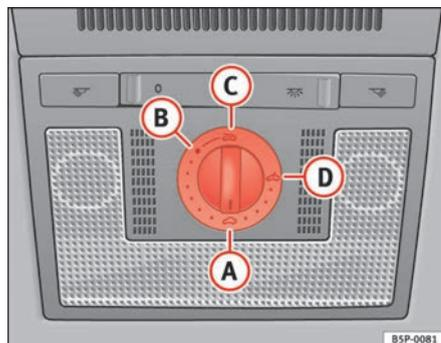

Abb. 69 Ausschnitt aus Dachhimmel: Drehschalter Schiebe-/Ausstelldach
- Drehen Sie den Drehschalter in Stellung **A** ⇒ Abb. 69 ⇒